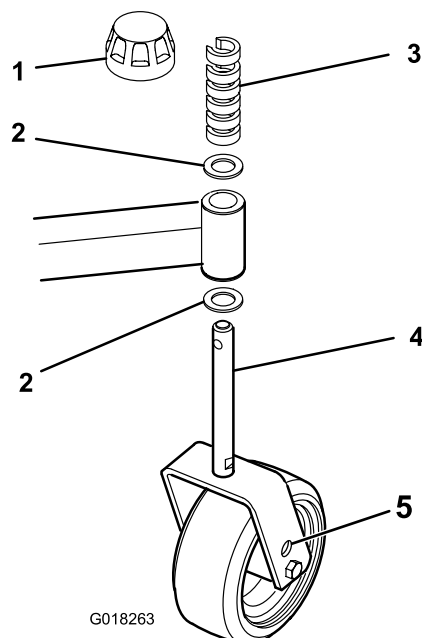

Figura 9
2. Coloque os eixos da roda giratória nos mesmos orifícios, em todas as forquilhas da roda giratória. Consulte Figura 7, Figura 8 e Figura 9 para determinar os orifícios correctos para a configuração.
1. Retire a tampa de fixação do eixo (Figura 9).